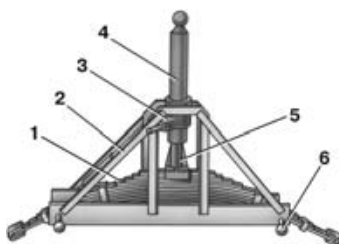

Рис. 6. Приспособление для установки рессор на автомобилях семейства УАЗ-3741: 1 - рессора; 2 - рама; 3 - рычаг; 4 - обойма винта; 5 - головка; 6 - чека.
5. Снимите рессоры с резиновыми подушками. Установку рессор производите в обратном порядке. При этом выпрямите рессору с помощью специального приспособления (рис. 6).